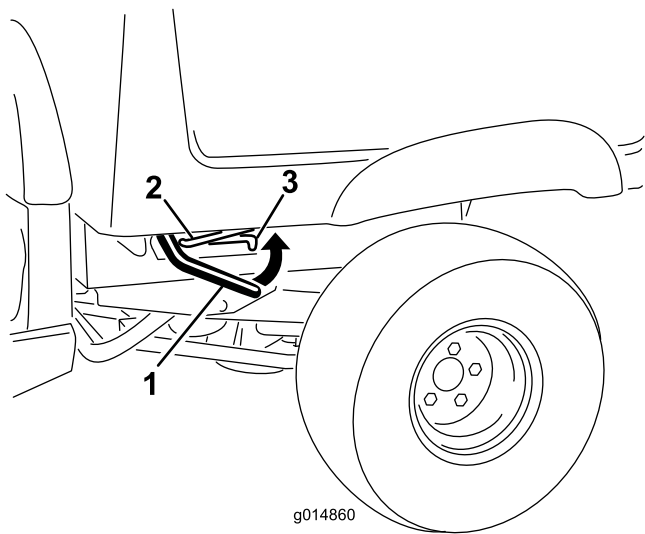

図 1
2. 荷台の右側または左側でレバーを引き上げ、荷台を持ち上げる (図 1)
3. プロップ・ロッドを固定スロットにはめ込んで荷台を固定する (図 1)。